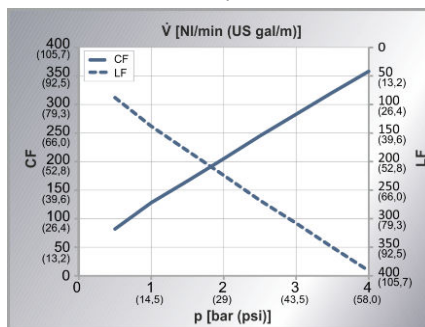

Fig. 5: Caratteristica
- Consumo d'aria: vedi la curva caratteristica Fig. 5